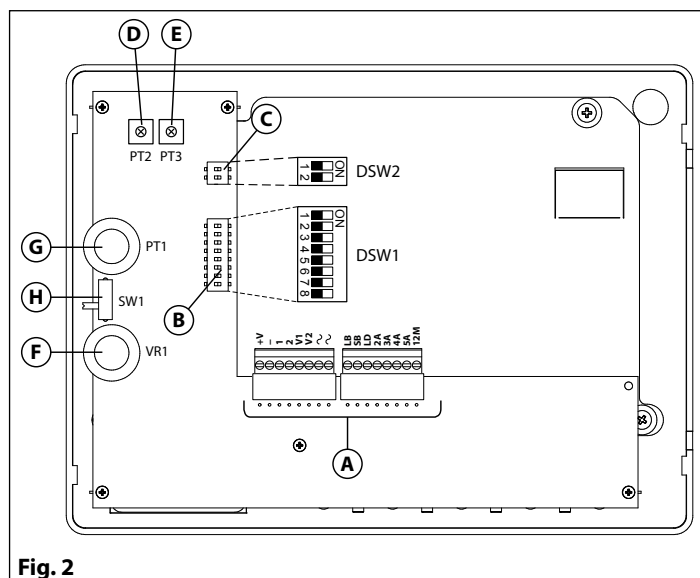

Fig. 2
2. Comme illustré sur la Fig. 2, réaliser les trous de fixation **(A)**, insérer à l'intérieur des trous les stops **(B)** et, faisant passer les câbles de raccordement **(E)** à travers le trou **(D)**, fixer le boîtier de surface au mur en utilisant les vis **(F)** ;
1. Après avoir bien protégé les trous de fixation du support modules, murer le boîtier encastrable (laisser 165-170 cm entre la partie haute du boîtier et le terrain) en faisant passer le groupe de fils **(E)** (Fig. 2) à travers l'un des trous (précédemment ouvert) sur le fond du boîtier. Si le sens du boîtier n'est pas indiqué au fond du boîtier, la charnière doit rester à gauche ; Faire attention à ce que le boîtier soit bien muré à fleur du mur fini ;